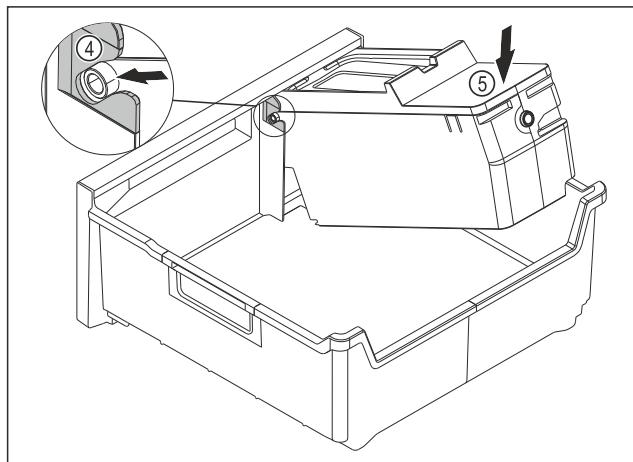

Fig. 125
- ▶ Montirajte glavni del EasyTwist-Ice: Osi glavnega dela EasyTwist-Ice potisnite v vodila Fig. 125 (4).
- ▶ Glavni del EasyTwist-Ice Fig. 125 (5) potisnite zadaj navzdol.